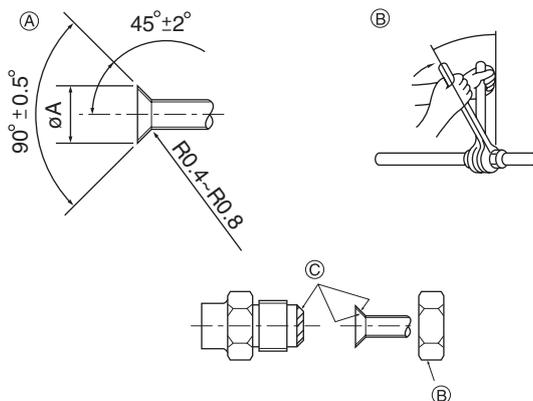

Fig. 3-2
- (A) Auslaufrohr
- (B) Decke
- (C) Gitter
- (D) Kältemittelrohr (flüssig)
- (E) Kältemittelrohr (gasförmig)
- (F) Einlaß für Wasserzufuhr
- (G) Hauptanlage
3.2. Rohranschlüsse (Fig. 3-2)